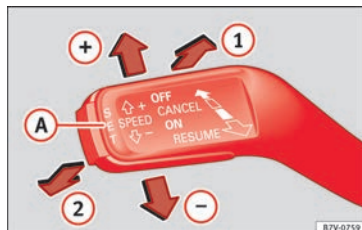

Fig. 46 À gauche de la colonne de direction : contacteur et commandes d'utilisation du GRA.
- Connecter le GRA : placez le levier en position **ON** ① » **fig. 46**. Le système se met en marche mais il n'effectue aucune régulation car aucune vitesse n'a été programmée.
- Activer le GRA : appuyez sur le bouton **SET** **A** » **fig. 46**. La vitesse est mémorisée et maintenue.
- Déconnecter le GRA temporairement : placez le levier en position **CANCEL** ② » **fig. 46** puis relâchez-le ou appuyez sur la pédale de frein ou d'embrayage. Le réglage est désactivé temporairement.
- Reconnecter le GRA : placez le levier en position **RESUME** ① » **fig. 46** puis relâchez-le. La
- Déconnexion du GRA : déplacez le levier en position **OFF** ② » **fig. 46**. La vitesse mémorisée est effacée et le système est déconnecté.